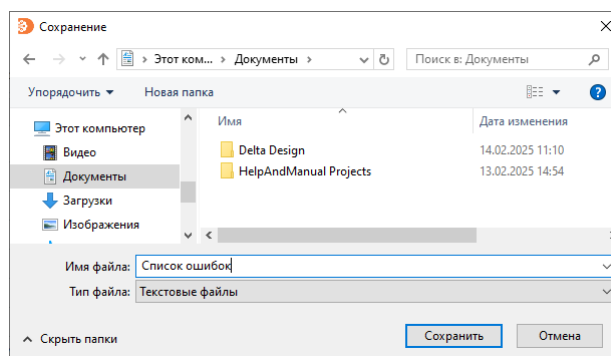

Рис. 487 Сохранение файла
2. В отобразившемся окне проводника выберите директорию сохранения файла, введите имя и нажмите кнопку «Сохранить», см. Рис. 487.